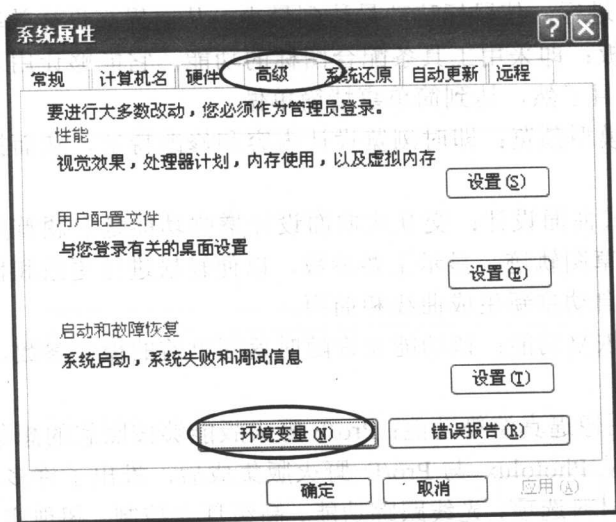

图 1-1 系统属性对话框
2) 选择【系统属性】对话框中的【高级】选项，如图 1-1 所示。